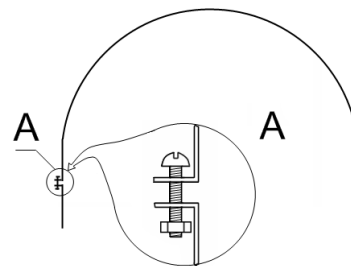

Рис. 16
3.4.1. К прижимной ленте № 37 присоедините винтом м4х35 ленту короткую № 38. Гайку м4 до конца не затягивайте, оставьте место для дальнейшей подтяжки прижимной ленты после фиксации верхнего покрытия (рис. 16).